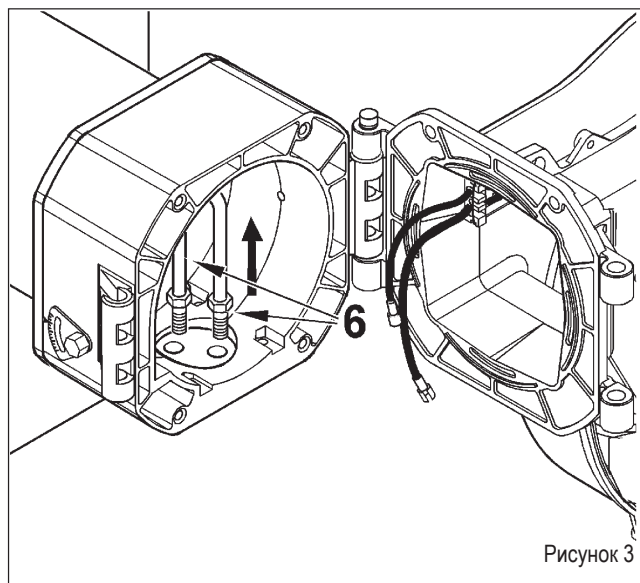
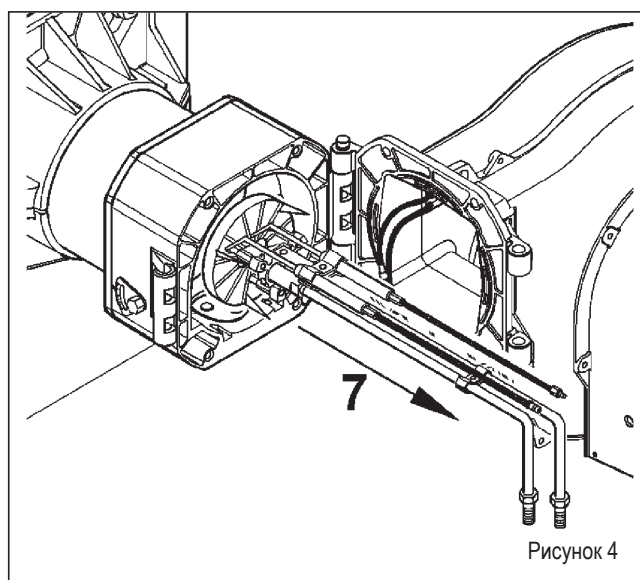

Рисунок 3
Рисунок 4
- Приподнимите узел смесителя (6) (рис. 3) до выхода трубок с гнезд. После этого полностью снимите весь узел в направлении, указанном стрелкой 7 на рис. 4.